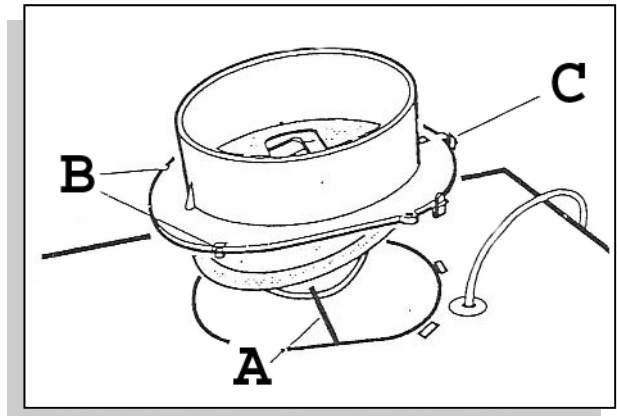

Fig. 1
Utluftdonet levereras inuti spiskåpan. Vid montering se till att spjällaxeln (A) placeras i öglan under spjäll-locket. Donet sätts på plats. Se till att klackarna (B) i framkant på donet hamnar under plåtkanten på kåpan. Donet snälls fast med de tre snäppena (C) i bakkanten. Se fig. 1.